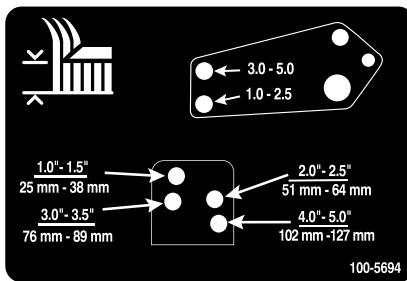

Figura 29
- Alinhe os orifícios do elemento de ligação do amortecedor com os orifícios da altura de corte desejada na estrutura da plataforma do cortador e monte os respetivos passadores de forquilha e pernos de gancho (Figura 29).